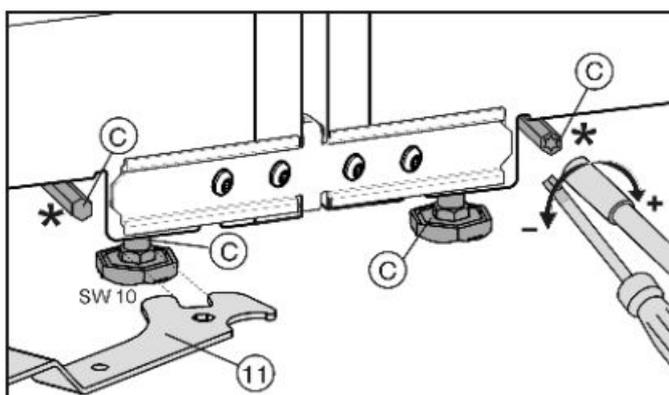

図8
- ・付属のパッケージに入っている万能型スパナ図8(11)で前面の高さ調節足を、又後面の高さ調節足をTorx25のドライバーで調節できます。